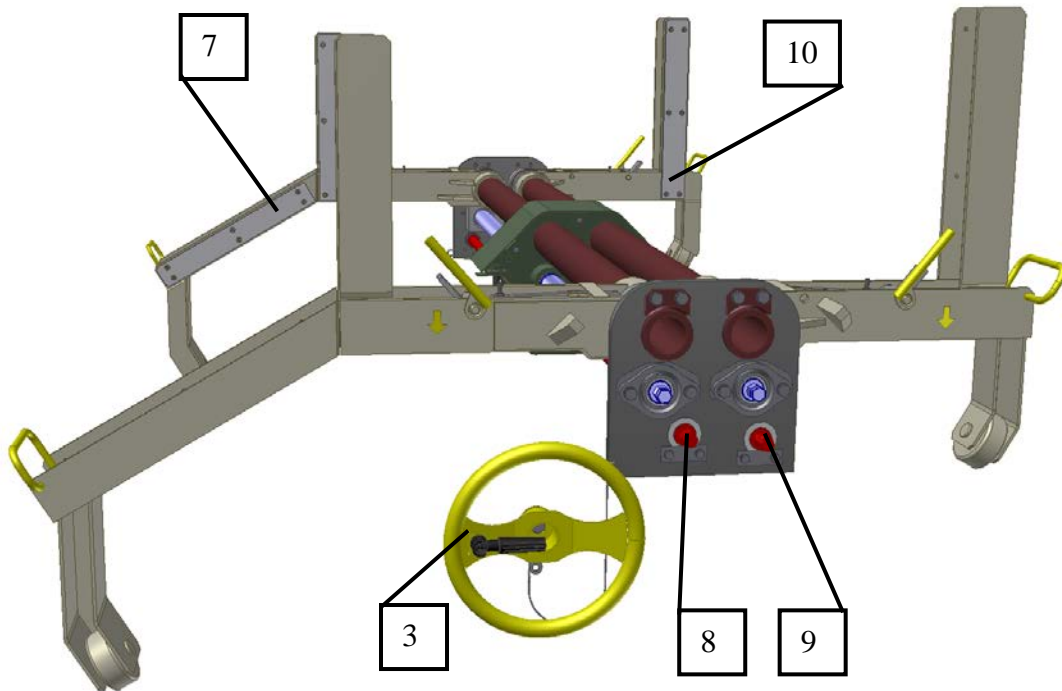

Bild 10 *Feine Bewegung der gegenüberliegenden Arme*
Bild 10 zeigt den Betrieb der gegenüberliegenden Arme. Um den gegenüberliegenden linken Arm (7) zu bewegen, muss das Handrad (3) an die Welle (8) der linken Seite befestigt werden. Um den gegenüberliegenden rechten Arm (10) zu bewegen, muss das Handrad (3) an die Welle (9) der rechten Seite befestigt werden.